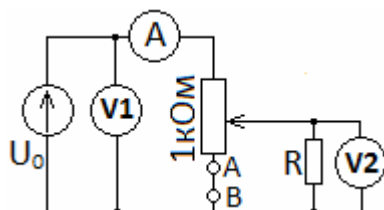

Рис. 5.5
2. Соберите цепь согласно схеме на рис. 5.5. Установите входное напряжение $U_0=10\text{В}$. Измерьте ток I и выходное напряжение U при каждом из положений потенциометра, заданных в табл. 5.2 значениями угла α . Измеренные величины внесите в таблицу.
3. В схеме рис. 5.5 замените сопротивление R в соответствии с табл. 5.1 и повторите измерения пункта 2. Результаты измерений запишите в табл. 5.3 аналогичную табл. 5.2.
4. В схеме рис. 5.5 уберите перемычку АВ и повторите измерения пунктов 2, 3. Результаты измерений запишите в табл. 5.4, 5.5 аналогичные табл. 5.2.